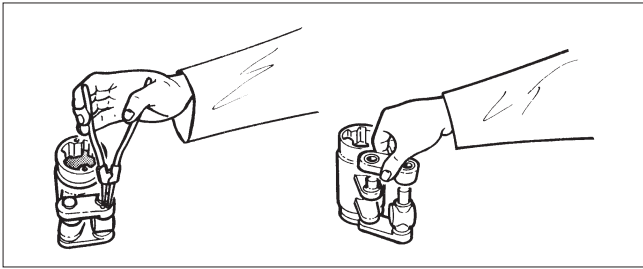

图.16 拆卸连杆机构
- 拆下锁环 (36) 和支撑环 (37)。参见图 16。
- 拆下连接臂 (4)、环 (4A) 并检查轴承（20、21）的状况。
- 拆下杠杆臂轴承 (23)、X 型密封环 (17) 和接地环 (3A)。
- 安装杠杆臂轴承 (23)。轴承条 (23) 的一侧有倒角，该侧应朝向外壳盖向上安装，使倒角侧与 X 型密封环 (17) 接触。
- 安装 X 型密封环 (17)。X 型密封环在任何点都不得扭曲。确保它们均匀地围绕整个杠杆臂表面放置。在外壳盖侧，X 型密封环 (17) 仅在与带倒角的轴承条 (23) 一起安装时才能匹配。
- 组装连杆机构并安装到外壳中。正确位置参见图 16。请注意，连接臂下需要有 2 个接地环 (4A)。需要所有接地环 (3A 和 4A) 满足 ATEX 要求。
- 在轴承单元螺钉 (29) 的螺纹上涂抹密封剂（例如 Loctite 2400、242 或 225），并按表 2 拧紧螺钉。
- 将新的排气阀 (58) 安装到外壳盖上。
- 拆下连接臂 (4)、环 (4A) 并检查轴承 (20、21) 的状况。
- 安装新的气缸底座 O 型圈 (19)。安装气缸。